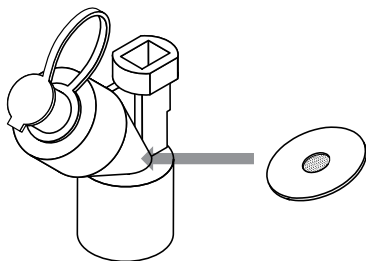

Figura 2. Sistema di nebulizzazione a retino vibrante Aerogen Palladium
- Non premere eccessivamente sulla piastra a calotta al centro del nebulizzatore (Figura 2).